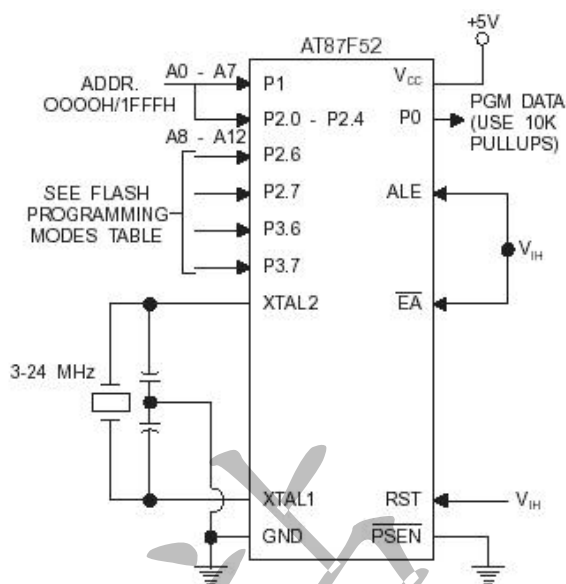

图 12 校验电路
• **程序校验：**如果加密位 LB1、LB2 没有进行编程，则代码数据可通过地址和数据线读回原编写的数据，采用如图 12 的电路。加密位不可直接校验，加密位的校验可通过对存储器的校验和写入状态来验证。